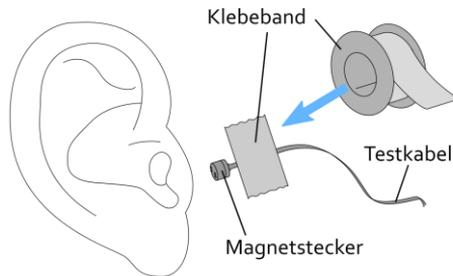

Abbildung 18: Anbringen des Testkabels am Kopf des Patienten für den Einsetzvorgang
4. Zur späteren Verbindung mit dem Gehörgangsmodul muss das Testkabel so am Patienten fixiert werden, dass die Hörkontaktlinse® ohne Beeinträchtigung eingesetzt werden kann. Dies kann dadurch erreicht werden, indem das Testkabel in einem Abstand von etwa 2 cm zur Gehörgangsöffnung mit Klebeband am Kopf des Patienten befestigt wird (s. Abbildung 18). Ein abweichender Abstand kann je nach Länge des Gehörgangs notwendig sein.